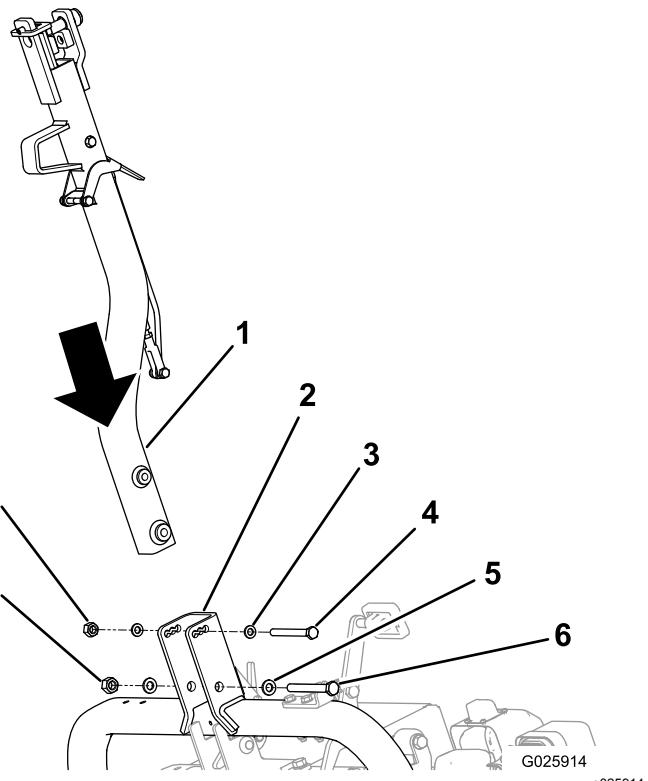

Figura 5
2. Fissate l'attacco alla relativa staffa orientabile con la bulloneria necessaria; fate riferimento a Figura 5.
- Se la vostra macchina è dotata di una terza rondella inclusa con ciascun bullone, utilizzate tali rondelle come distanziali tra l'attacco e l'interno della staffa di articolazione dell'attacco (Figura 5).